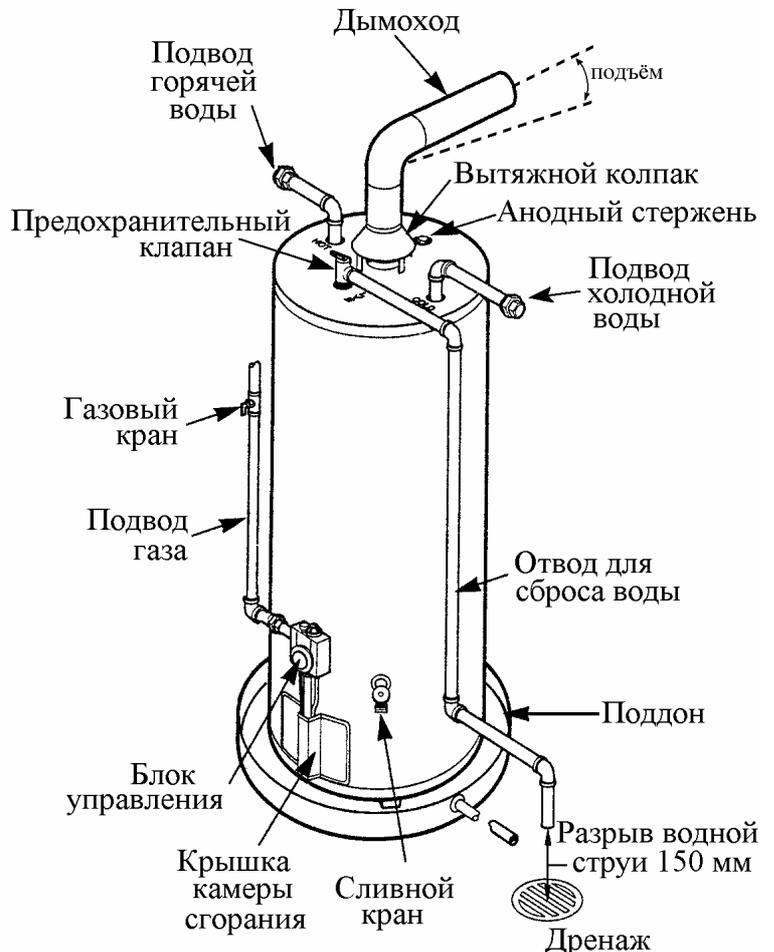

Рис.2
Подключение к газовой трубе сделайте, как показано на схеме на рис. 2. Используйте только новые трубы с резьбой не имеющей вмятин, срезов и других повреждений. Компаунды (герметизирующие средства) используемые в резьбовых соединениях газопровода, должны быть устойчивы к воздействию природного и сжиженного газа и разрешены к применению. Рабочее давление в газовой системе, подводимой к прибору, не должно превышать давление, указанное на табличке прикрепленной к корпусу устройства - 355 мм вод.ст. для природного газа.
4. Подождите пять (5) минут, чтобы проверить утечку газа. Если вы почувствовали запах газа **ОСТАНОВИТЕСЬ!**, вернитесь к пункту "B" раздела безопасности. Если запаха газа нет, переходите к следующему шагу.
5. Удалите крышку топочной камеры см. Рис.2. Сдвиньте внутреннюю крышку вправо.